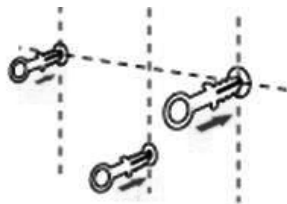

Fig. 7
3. Insérez les 3 chevilles dans les trous (figure 7).